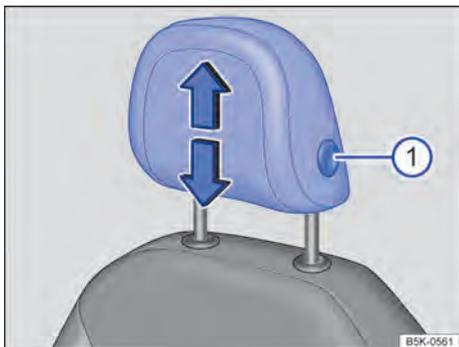

Fig. 48 Ajustar o apoio para cabeça dianteiro.
- Empurrar o apoio para a cabeça para cima ou para baixo na direção da seta com o botão ⇒ Fig. 48 ① pressionado ⇒ .